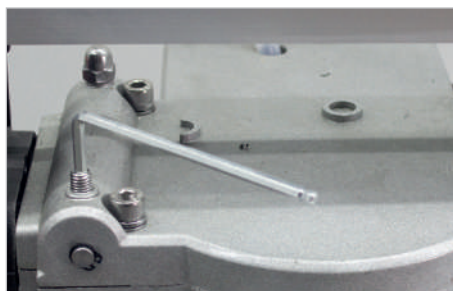

рис.12
- 2) С помощью комплектного шестигранного ключа отрегулировать прижим так, чтобы каретка перемещалась равномерно, без усилий и при этом не имела люфта. (рис.12)